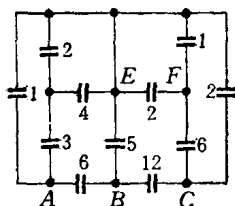

图 3
3. 图 3 中 N 、 S 磁极之间有一闭合线圈 $ABCD$ 。当磁极以逆时针方向旋转时, 线圈能否旋转? 向哪个方向旋转?
3. 图 3 电路中, $R=1$ 欧、电源 $E=6$ 伏, 试求电压表 V 之读数?
3. 将 3 个电阻 R 连接成星形后接在对称的三相 380 伏电源上(见图 3)。现在,如果三相三线制中的一相断线,那么在断线处的两端所呈现的电位差(伏)是下列数组中的哪一个? (1) 110; (2) 190; (3) 219; (4) 329; (5) 380。
3. 图 3~7 中设各电阻均为 6 欧,求 AB 两端间的等效电阻值。
2. 图 3 中,已知直流电源电压 $E = 60$ 伏,现测得 $U_L = 20$ 伏,求点 1、2 间的电压。
3. 图 3 中所有电容器电容单位均为微法。试求: (1) B 和 E 之间的等效电容; (2) A 和 B 之间的等效电容。
3. 图 3 是万用电表的直流毫安档电路。表头内阻 $R_0 = 280$ 欧, 满标值电流 $I_0 = 0.6$ 毫安。今欲使其量程扩大为 1 毫安、10 毫安及 100 毫安。试求分流器电阻 R_1 、 R_2 及 R_3 的值。